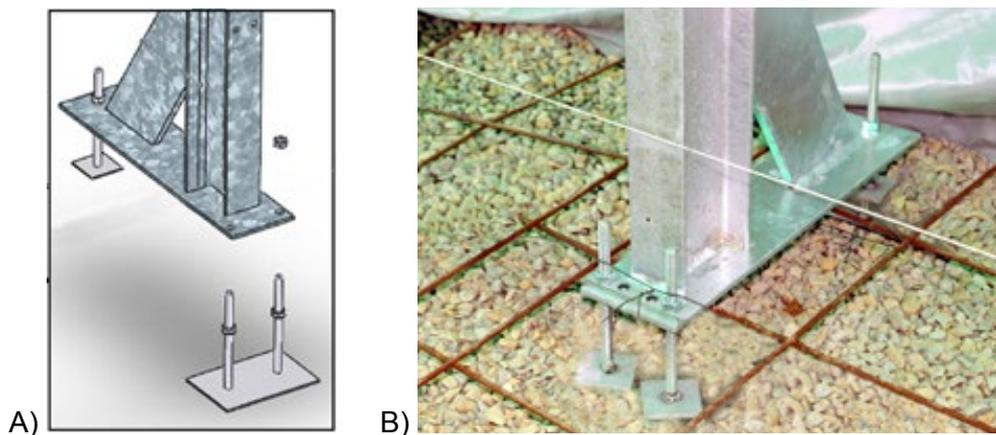
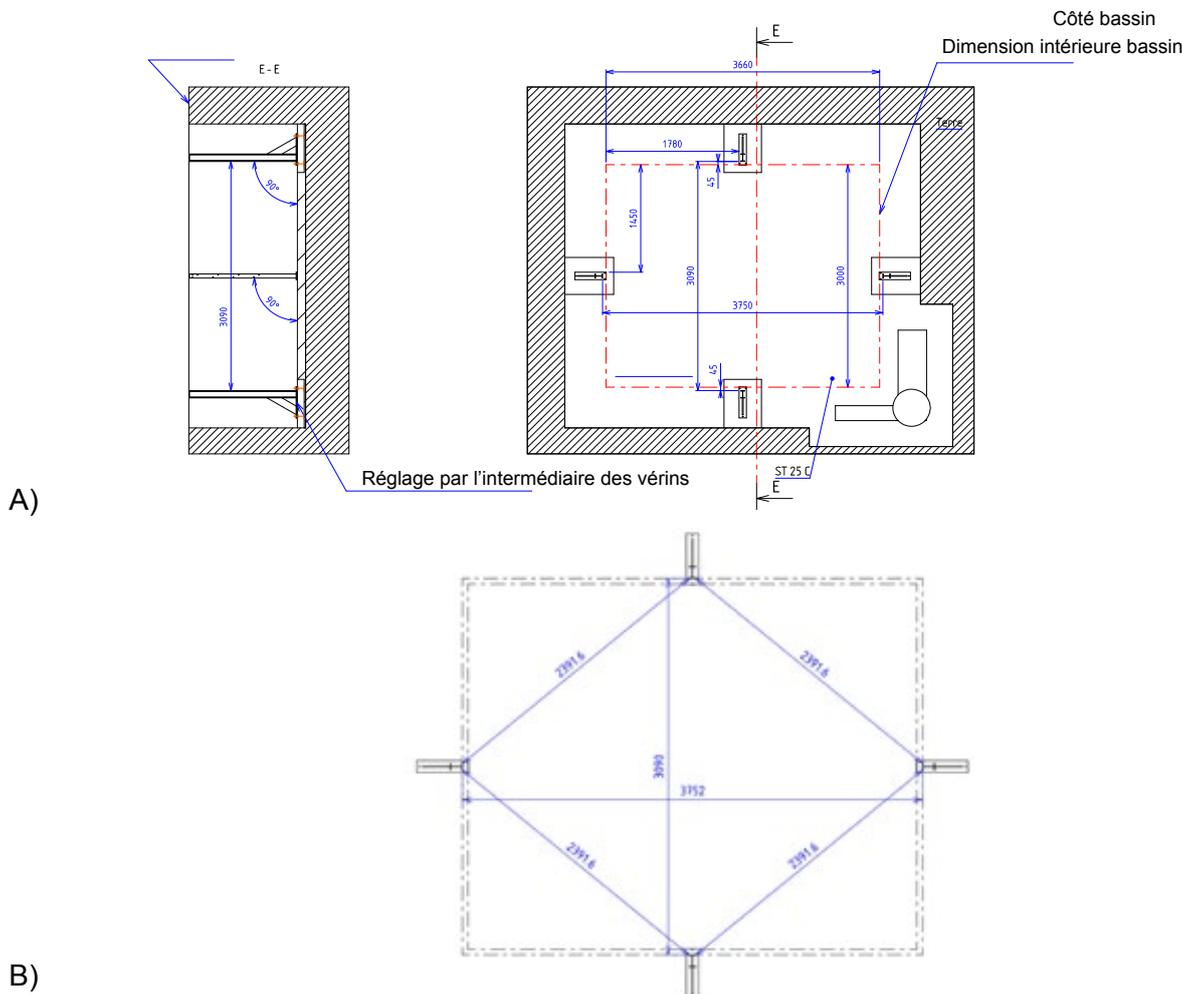

Figure 3 – a et b - Mise en place des vérins sur les jambes de force en acier
Figure 4 – a et b - Positionnement des jambes de force en acier
Installez les jambes de force dans chacun de quatre emplacements, après les avoir pré-équipés de vérins (*Figure 3* et *Figure 4*). Utilisez 4 vérins doubles et 4 vérins simples ainsi que 24 écrous de diamètre 10 mm (sachet a), les écrous du dessus étant à monter après réglage de la hauteur des écrous du dessous.
- ! Vérifiez que l'ensemble des cotes de la figure 4 sont respectées avant de passer à l'étape suivante.